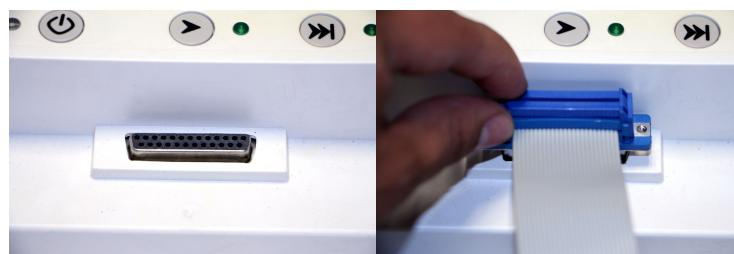

Figura 2.1: Conector DB-25 en la bahía de carga del Create®
1. Conecte el cable DB-25 macho de la placa fenólica al puerto DB-25 hembra en la bahía de carga del Create® como se muestra en la figura 2.1.